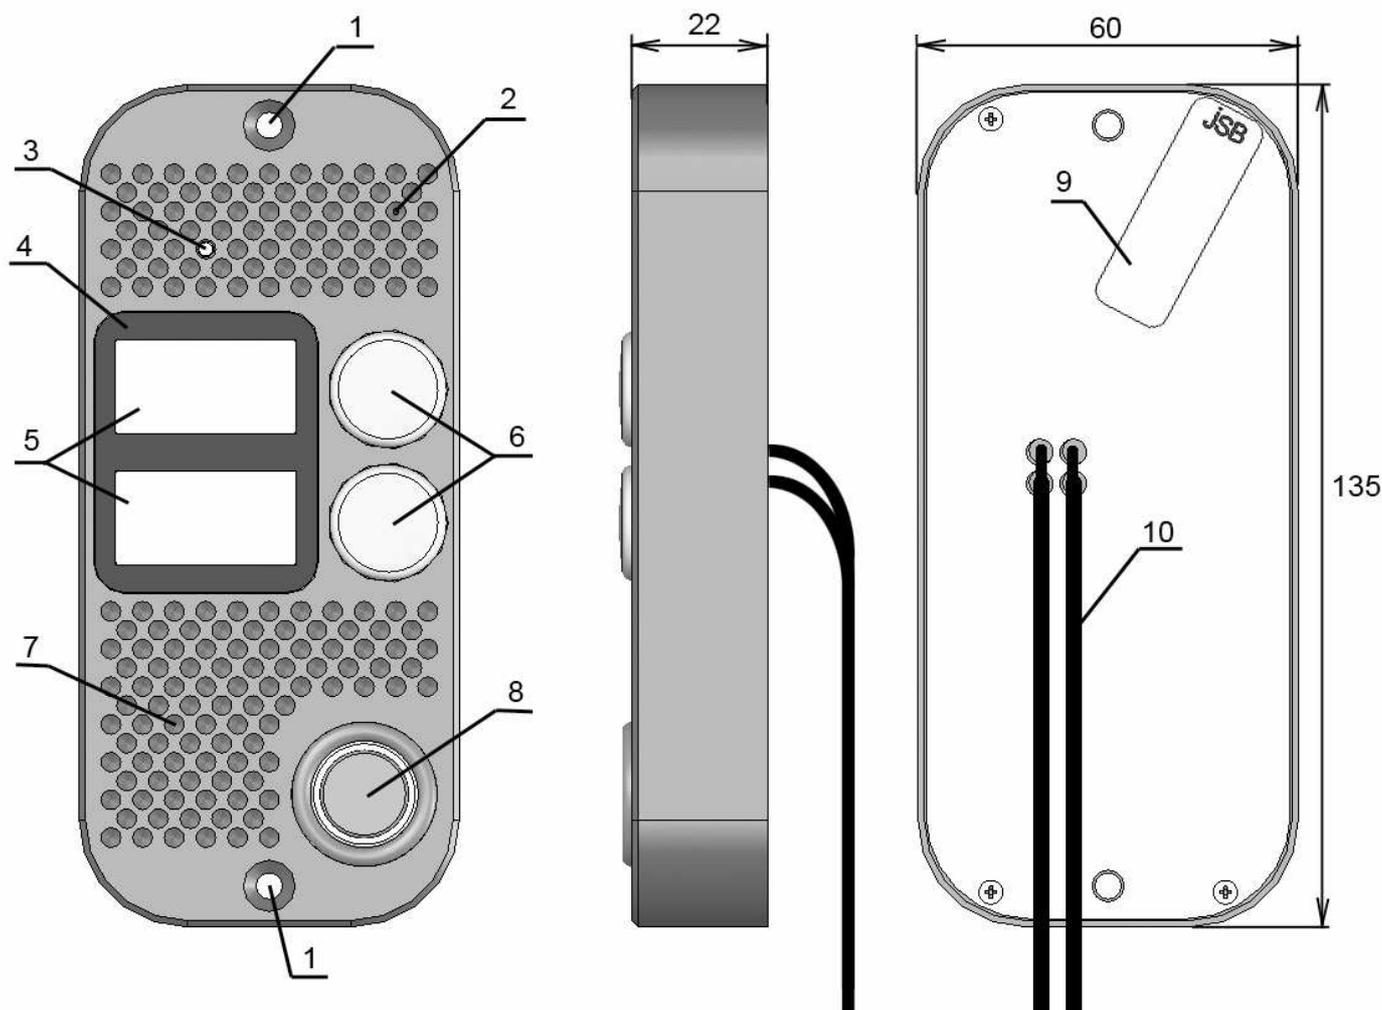

Рис. 1. Назначение основных узлов панели:
6) Распечатать обозначения абонентов на бумаге (номера квартир/офисов, наименование фирм и т.п., размер окон для обозначений 28x14 мм), вырезать, поместить их в окна (поз. 5 на рис. 1) и закрыть защитными стеклами, входящими в комплект поставки.